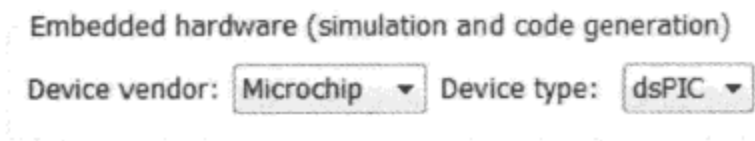

图 7.2.87 选择芯片
(8) 在 Hardware Implementation 界面,选择硬件设备为 Microchip 公司的 dsPIC,如图 7.2.87 所示。